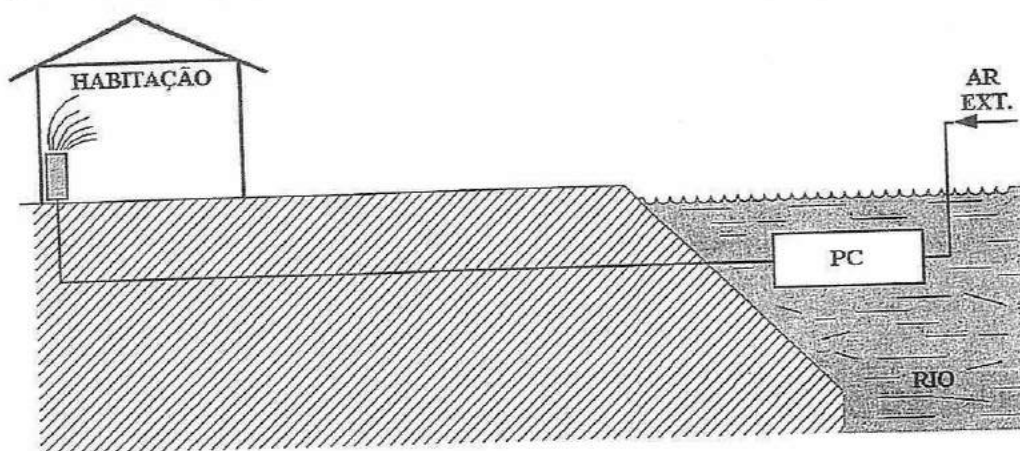

Figura 1a)
1. A figura 1a) mostra o esquema simplificado do arrefecimento de uma habitação.